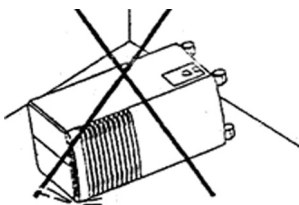

Рис.4.2
- Не наклоняйте, не кладите набок и не переворачивайте кондиционер (рис. 4.2). В случае если это произошло и кондиционер после этого не работает, то необходимо отключить прибор и обратиться в сервисный центр.